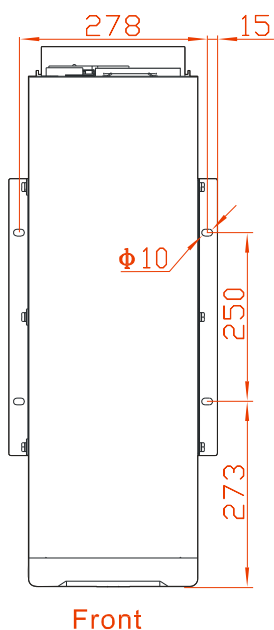

Рис. 3-8 10/10S/15/15S/20/20S отверстия для монтажа в раме ИБП (вид сверху)
Step 3 Просверлите 4 отверстия  $\phi 10$  мм в полу с помощью ударной дрели, в соответствии с расположением отверстий в раме устройства, как показано на Рис. 3-8, Рис. 3-9.